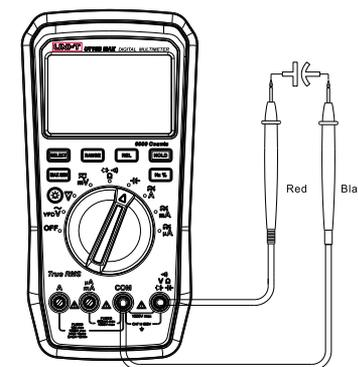

Figure 6
5. Mesure de la capacité (Figure 6)